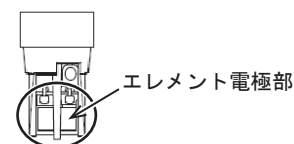

図35
洗浄は、洗浄びんを使用して、エレメントの電極部分 (図35○部) に純水を当てます。
- (2) エレメントを『図35』の向きに持ちます。
- (3) やや上から下方向に向けてエレメント電極の汚れを洗い流すように、約2秒間洗浄びんから純水を噴射させます。
- (4) 手順 (3) を3～5回繰り返します。